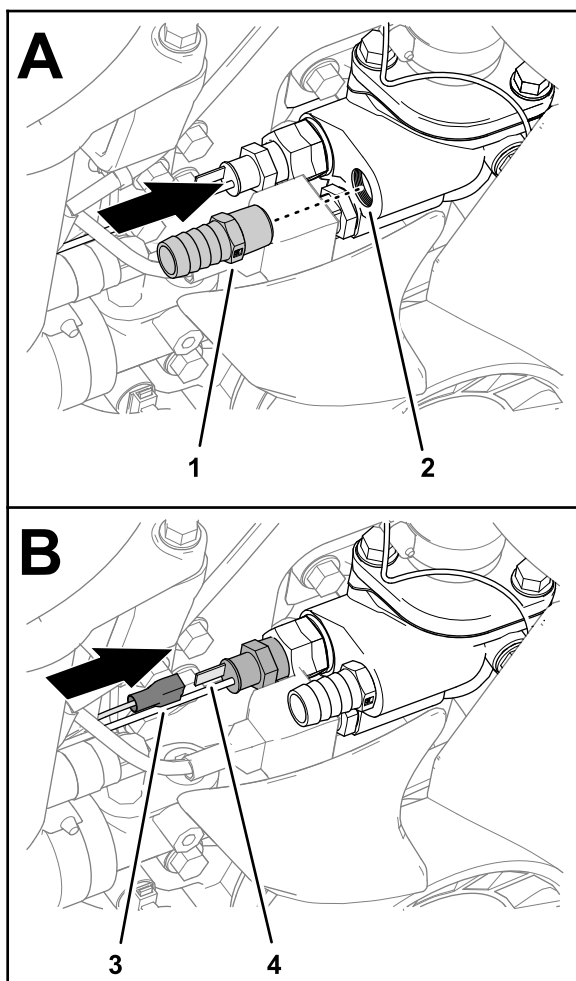

Figure 25
7. Vissez le raccord cannelé à la main dans l'orifice arrière du boîtier de la pompe à eau (Figure 25), puis serrez-le encore de 2 à 3 tours.